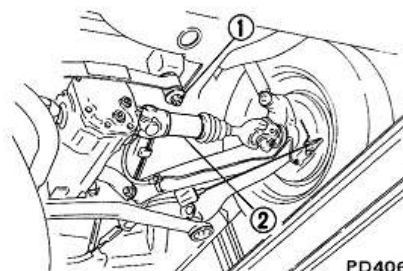

Fig. PD-7 Vue de dessous
3. Désaccoupler les demi-arbres (2), sur le côté roues. Voir figure PD-7.
4. Soulever au cric le carter du différentiel et déposer les deux vis (1) de la traverse de montage du différentiel. Voir figure PD-7.
5. Déposer les 4 vis de montage du carter de différentiel sur la traverse de suspension de l'essieu arrière. Voir figure PD-7.